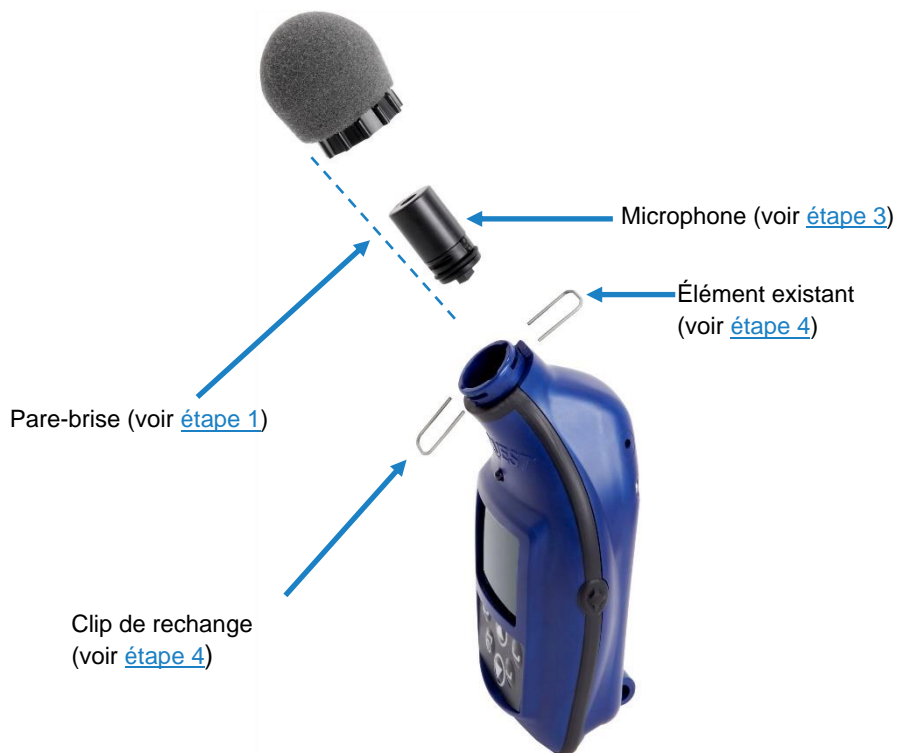

Figure 6-1 : Ensemble microphone et pare-brise
3. Pour retirer le microphone, retirez tout d'abord avec précaution le clip autour du col du microphone (voir la figure 6-1 ci-dessous).
4. Pour retirer le clip, insérez le clip de rechange fourni dans les trous de broche situés sur le côté opposé et poussez le clip existant à mi-chemin. Retirez ensuite les deux clips un à un (voir Figure 6-1 ci-dessous).